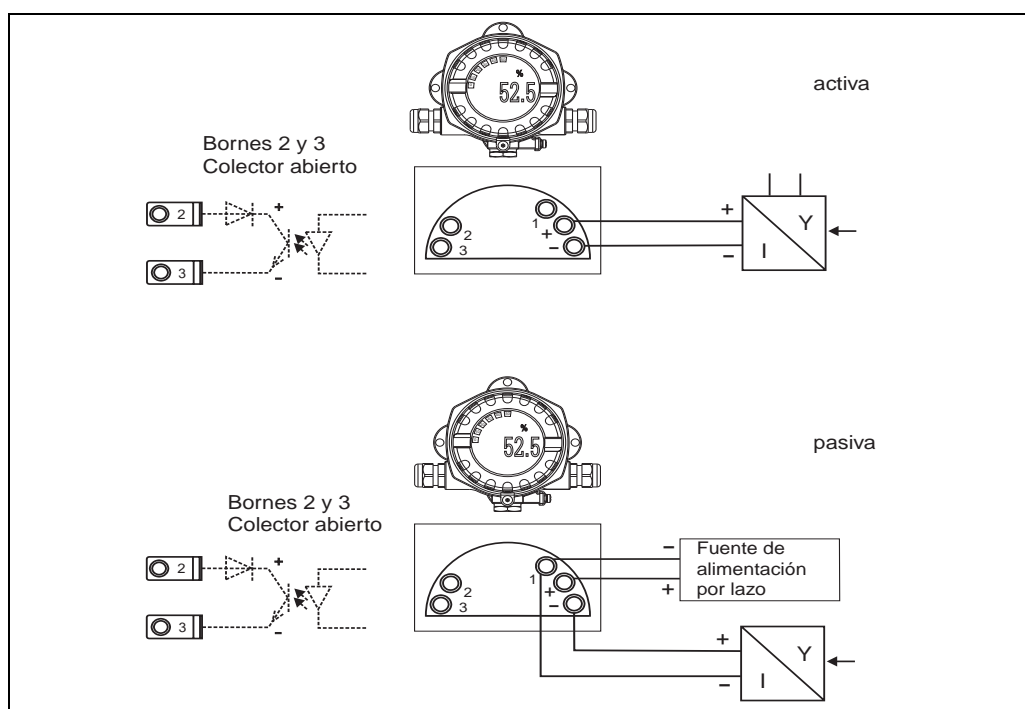

Fig. 6: Conexionado
6. Conecte los hilos (→ Fig. 6).